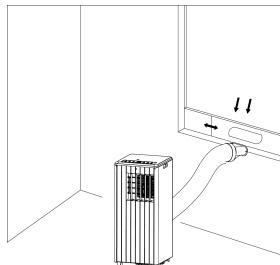
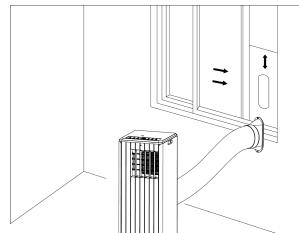

Bild 5
Bild 6
3) Förläng utblåsröret och knäpp fast utblåsrörets platta ände i hålet på förseglingsplattan för fönstertätnings (se bild 5 och bild 6). OBS!